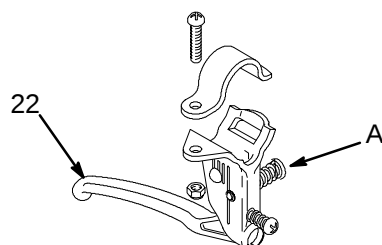

Fig. 17 0018
1. Pour laisser la roulette pivoter librement: appuyer sur le levier de commande (22) et le maintenir enfoncé.
2. Pour bloquer la roulette en position de pivotement libre, appuyer sur le levier, enfoncer le bouton (A) et le maintenir ainsi, puis relâcher le levier. Voir Fig. 17.